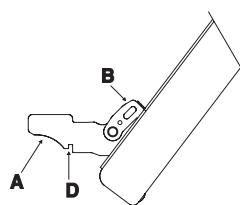

FIG. 6
- Abra inteiramente a porta e levante as 2 alavancas "B" (fig. 6);